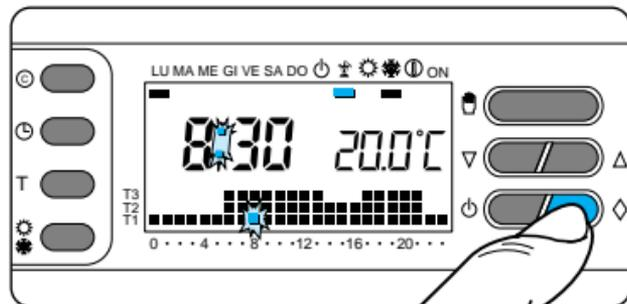

Fig. 46
9.2 - Premere il pulsante  (fig.46).